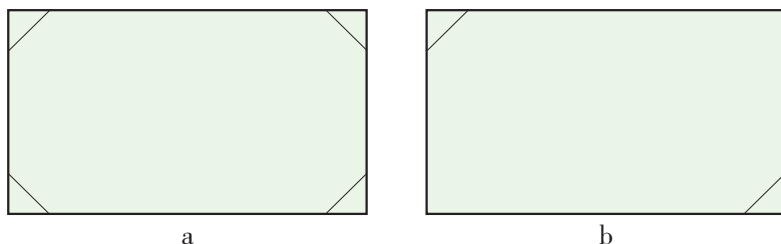

图1-58 画框
2. 图1-58为两种画框的结构简图，请问哪种画框结构强度较大，为什么？